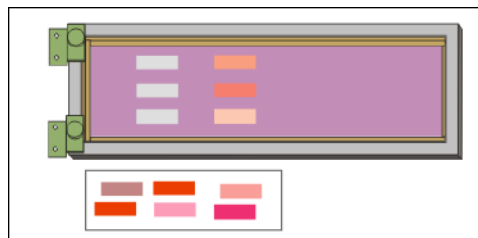

Imagen 414\_02
**B-** Ocupar un bastidor especial para este fin, grabado con rectángulos para pruebas con mismo tipo de malla que la matriz de impresión final. (Imagen 414\_02)